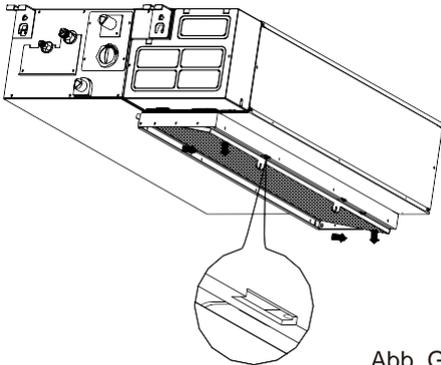

Abb. G2
2. Falls die Einheit abwärts belüftet ist, drücken Sie den Filter bitte leicht nach oben, damit die Positionshalter aus den festen Öffnungen der Kante können und nehmen den Filter dann entsprechend der Pfeilrichtung aus der Abb. G2 ab.